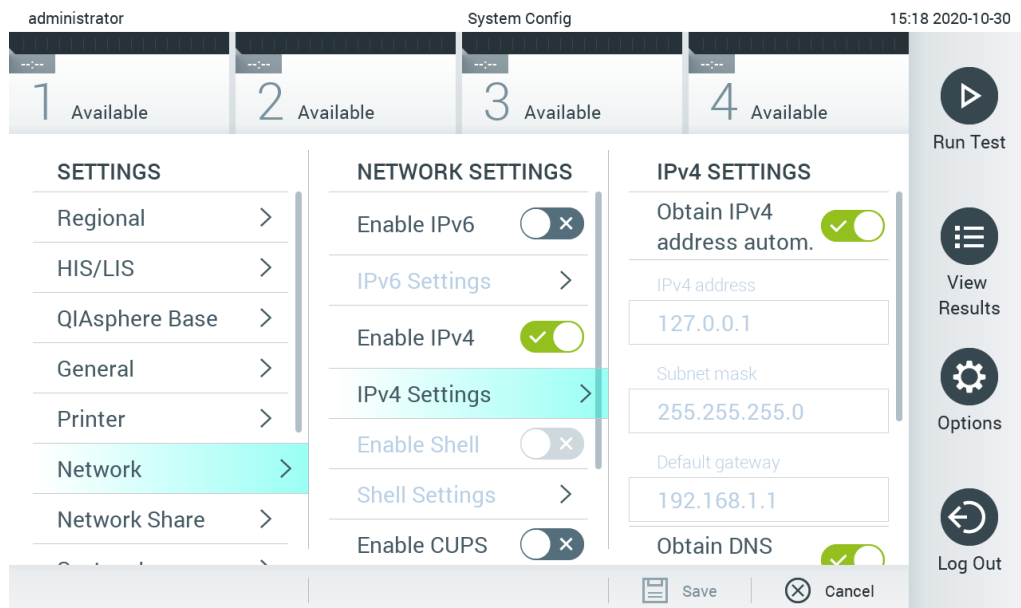

Рис. 74. Налаштування параметрів мережі.
2. Виберіть **Network** (Мережа) зі списку налаштувань у лівому стовпці (рисунок 74).